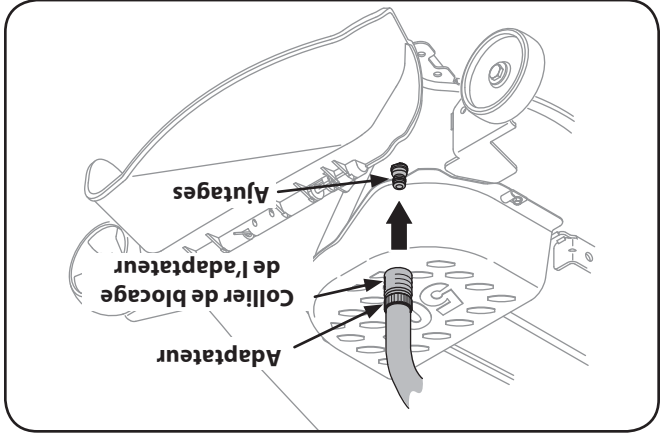

Figure 6-1
3. Tirez sur le collier de blocage de l'adaptateur et poussez l'adaptateur sur l'un des ajutages de l'un ou l'autre côté du plateau de coupe. Lâchez le collier pour bloquer l'adaptateur sur l'ajutage. Voir la Figure 6-1.